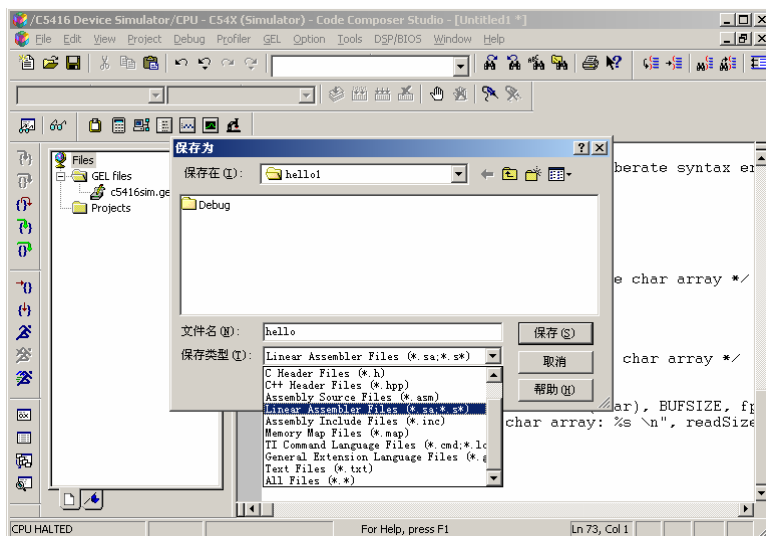

图 5.18 保存文件对话框
- (1) 单击编辑窗口，激活需要保存的文件。
- (2) 选择“File→Save(文件→保存)”，输入要求保存的文件名。
- (3) 在保存类型栏中，选择需要的文件类型，如图 5.18 所示。
- (4) 单击“保存”按钮。